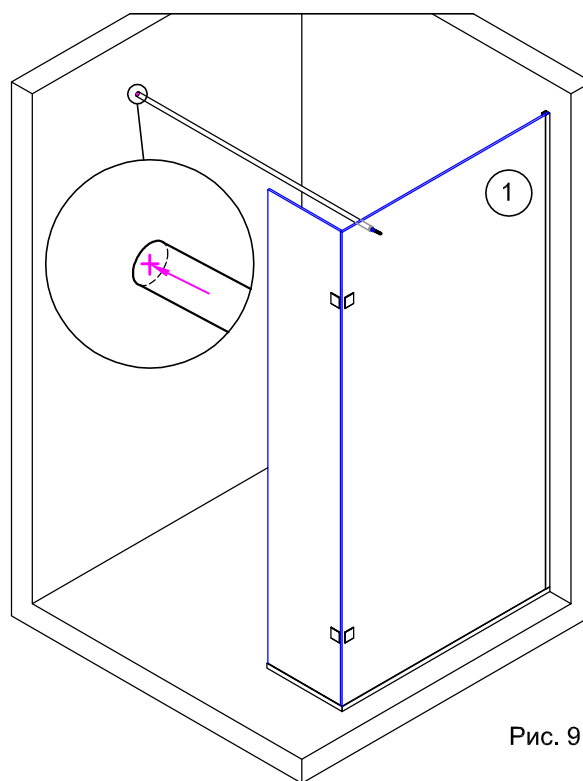

Рис. 9
4.2. Для штанги "сквозь стекло" вставить штангу шпилькой с прокладкой №17 в отверстие на стекле панели №1 (рис.9).
4.3. При помощи уровня обеспечить горизонтальное положение штанги. На противоположной стене отметить положение оси штанги (рис.9).